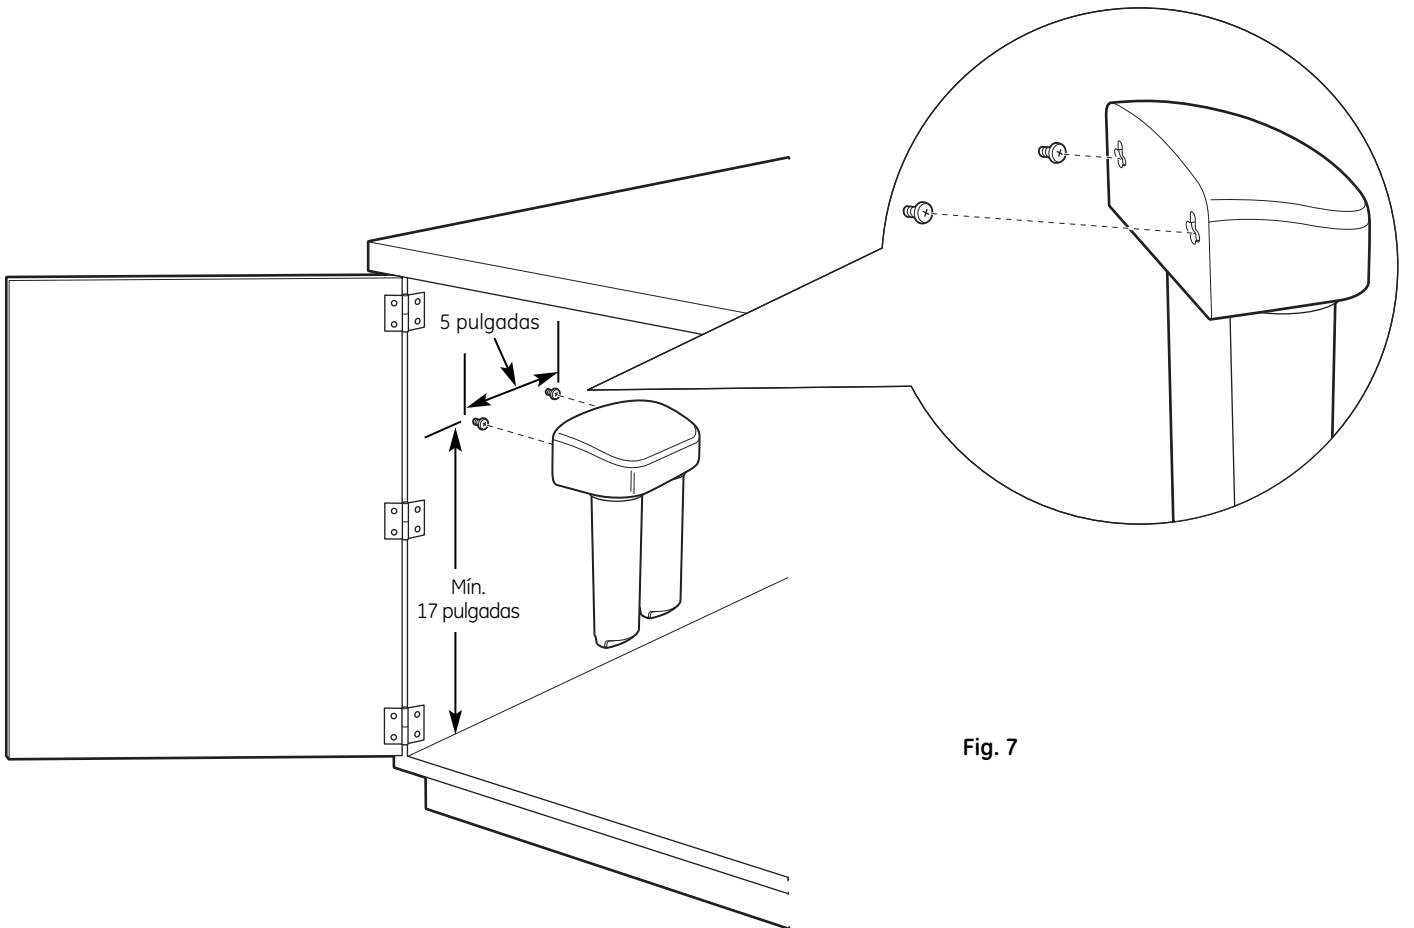

Fig. 7
2. Cuelgue el sistema en los tornillos previamente instalados usando las aberturas en la parte posterior de la unidad (Fig. 7).